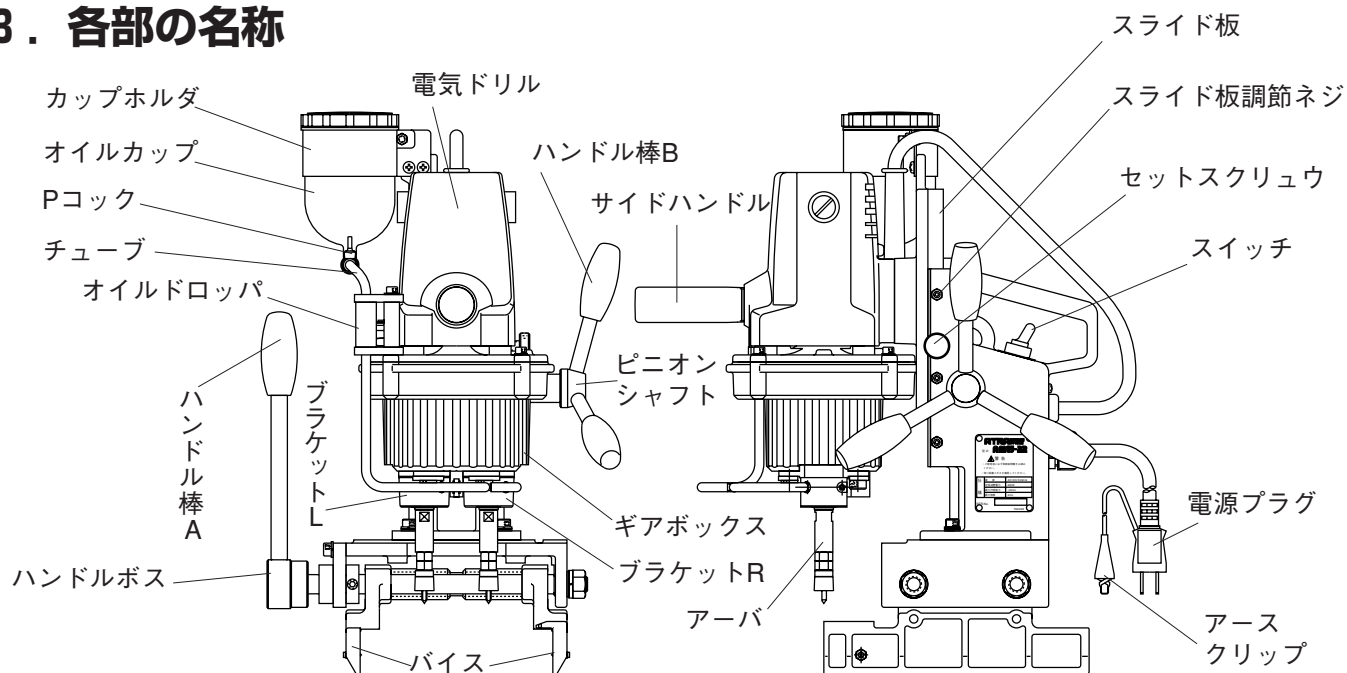

図3
- (4) ハンドル棒Aをハンドルボスに取り付けてください。(図3)
- (5) ハンドル棒Bをピニオンシャフトに取り付けてください。(図3)